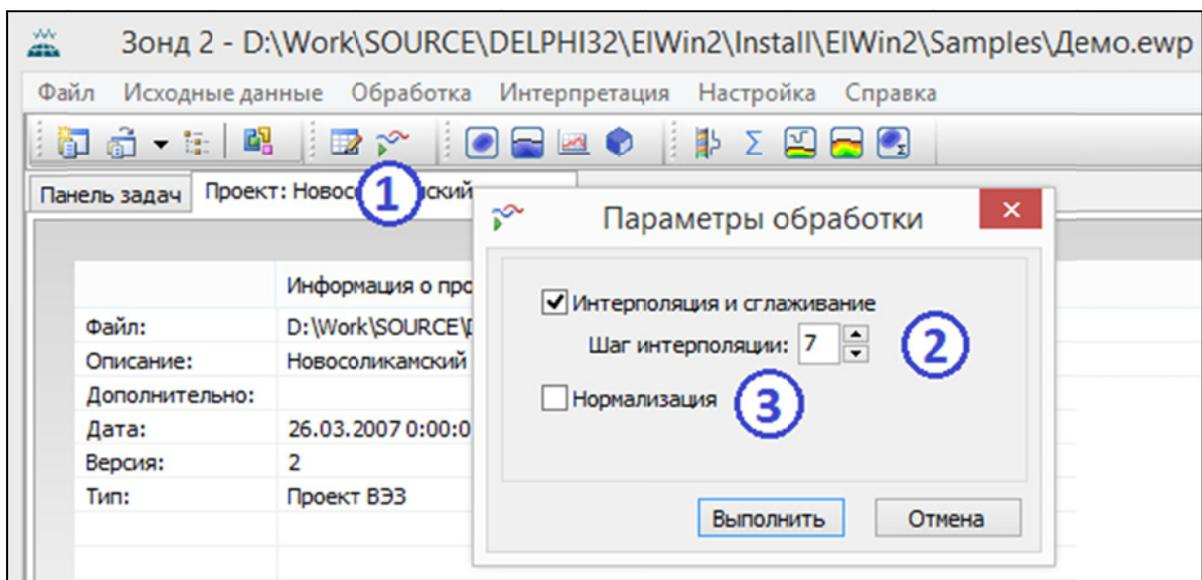

Рис. 4.1. Первичная обработка полевых данных
- в главном окне программы *Зонд 2* нажать кнопку  *Первичная обработка* (рис. 4.1, цифра 1);